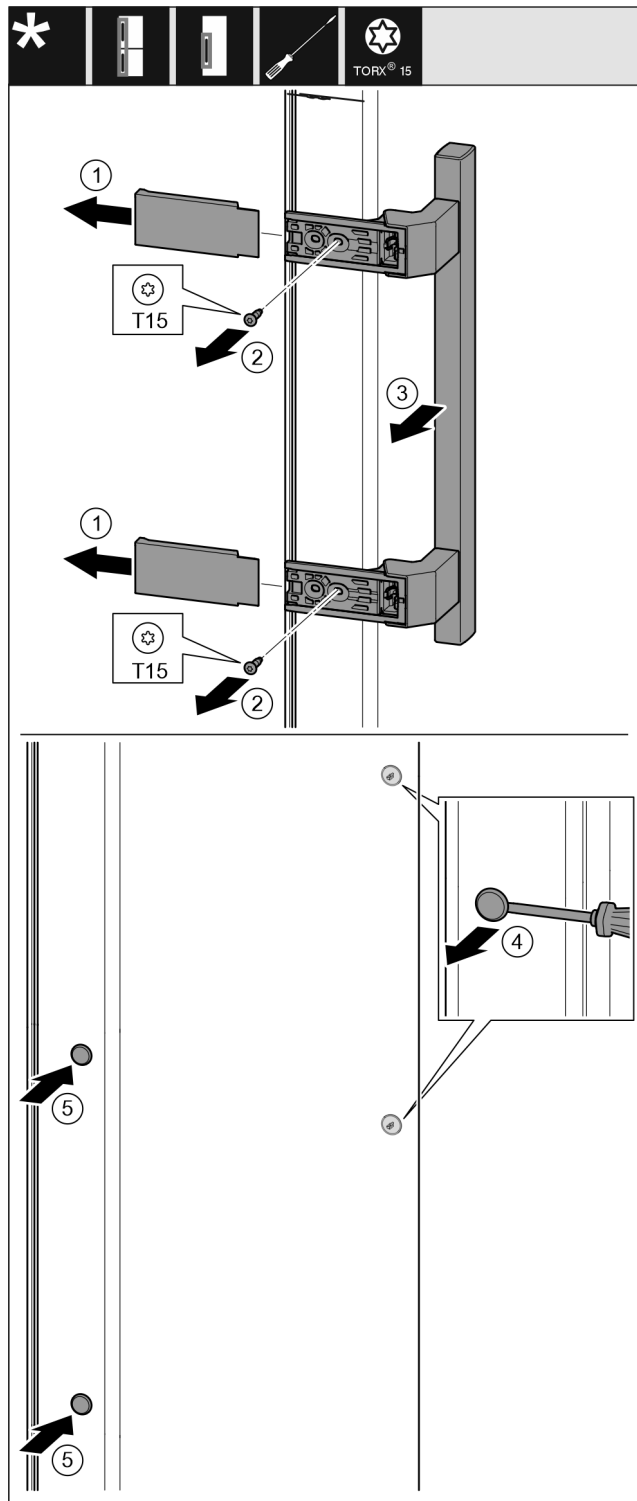

Fig. 39
- ▶ Nutraukite dengiamąją plokštelę. Fig. 39 (1)
- ▶ Išsukite varžtus atsuktuvu T15. Fig. 39 (2)
- ▶ Nuimkite rankenėlę. Fig. 39 (3)
- ▶ Šoninį kaištį atsargiai pakelkite išdrožiniu atsuktuvu ir jį ištraukite. Fig. 39 (4)
- ▶ Vėl įstatykite kaištį kitoje pusėje. Fig. 39 (5)